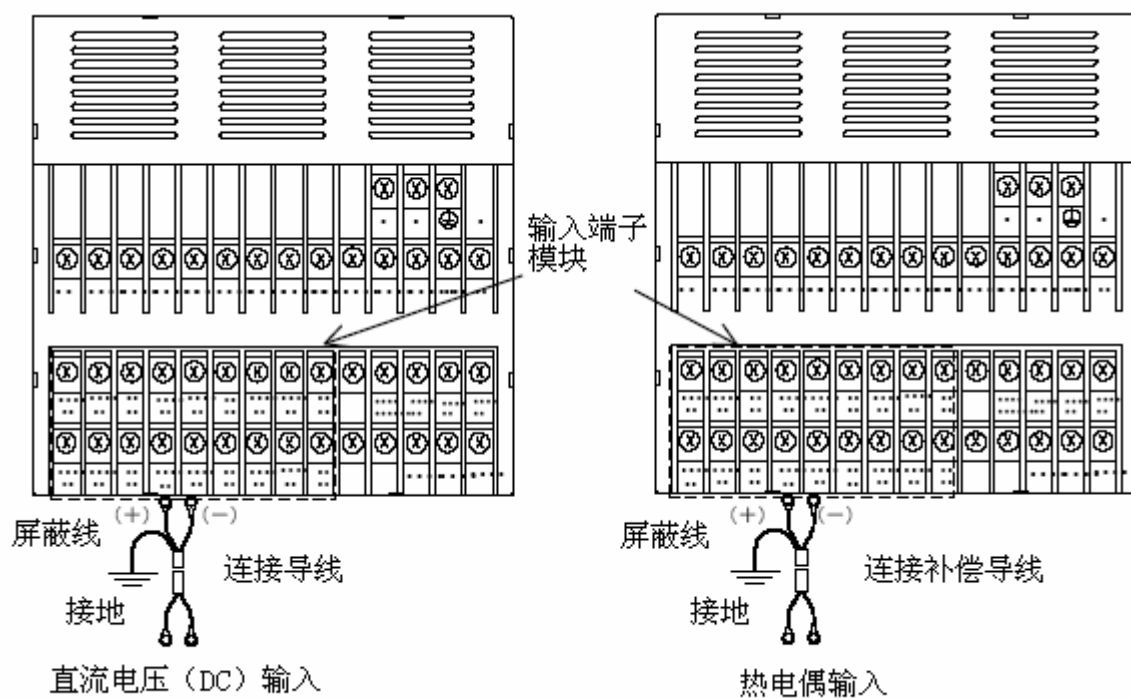
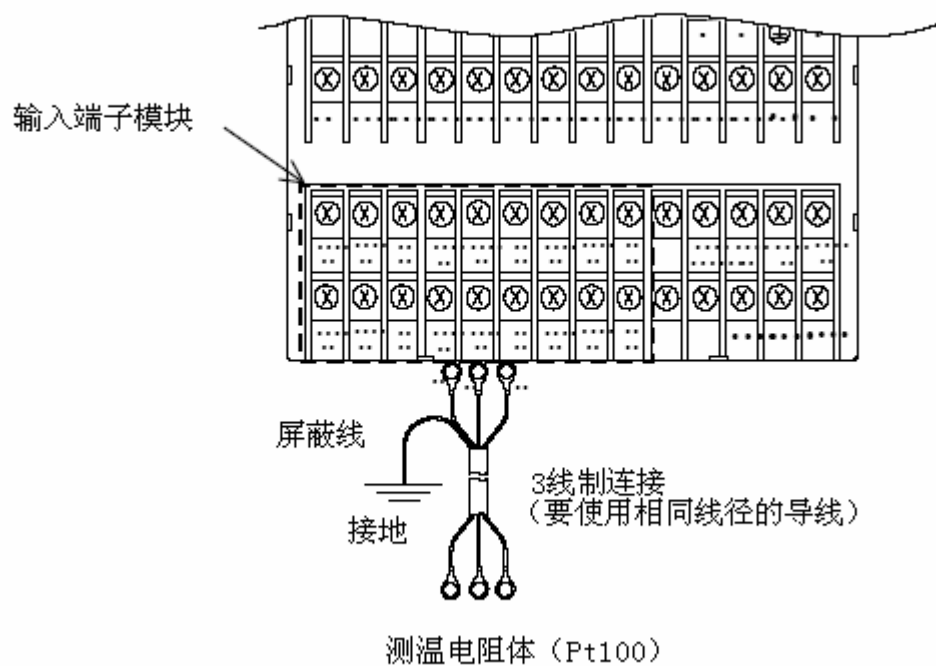
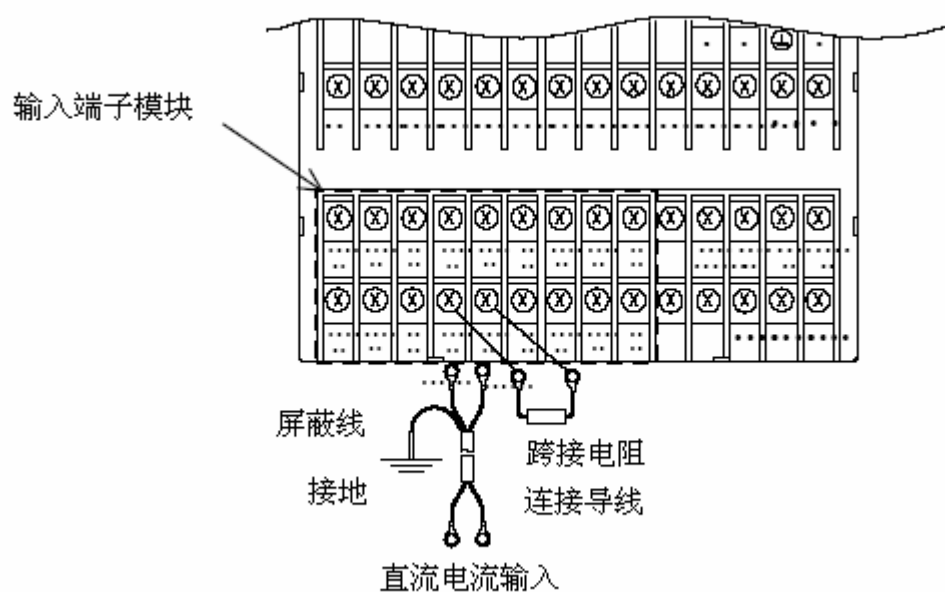

图 4.3 输入信号的连接（电压和热电偶）
图 4.4 输入信号的连接（测温电阻体输入）
图 4.5 输入信号的连接（电流输入）
- 2) 输入线的连接请参照图 4.3 图 4.4 和图 4.5。